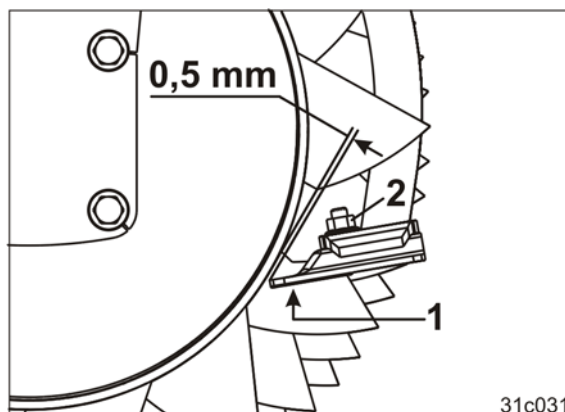

図 168
4. ねじ（図 168/2）を外します。
5. スクレーパー（図 168/1）をローラーパイプから 0.5 mm の距離にねじで固定します。